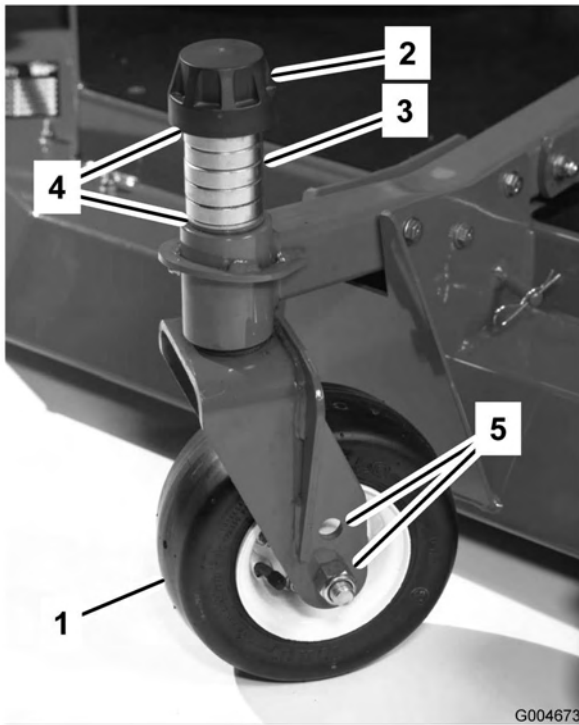

Bild 87
- Entfernen Sie die Spannkappe von der Spindelwelle und ziehen die Spindel aus dem Laufradarm heraus (Bild 87). Stecken Sie die Beilagscheiben nach Bedarf um, um das Laufrad anzuheben oder abzusenken, bis das Mähwerk die korrekte Neigung erhalten hat.